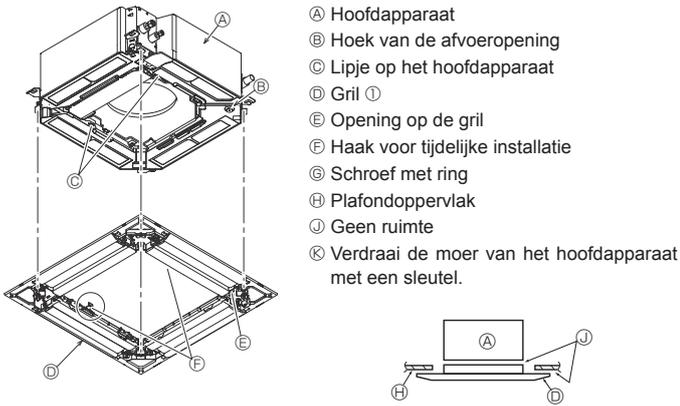

Fig. 9-6
- Ⓓ Gril ①
9.4.2. Tijdelijke installatie van de grill (Fig. 9-6)
- Zet de grill aan het hoofdapparaat vast door de eerder geïnstalleerde schroeven aan te draaien. (Fig. 9-6)
Let er goed op dat er geen ruimte blijft tussen het hoofdapparaat en de grill of tussen de grill en het plafondoppervlak. (Fig. 9-6)
- Nadat de schroeven zijn aangedraaid, controleert u of de twee grillhaken (Fig. 9-6) zijn bevestigd aan de haken op de hoofdunit.